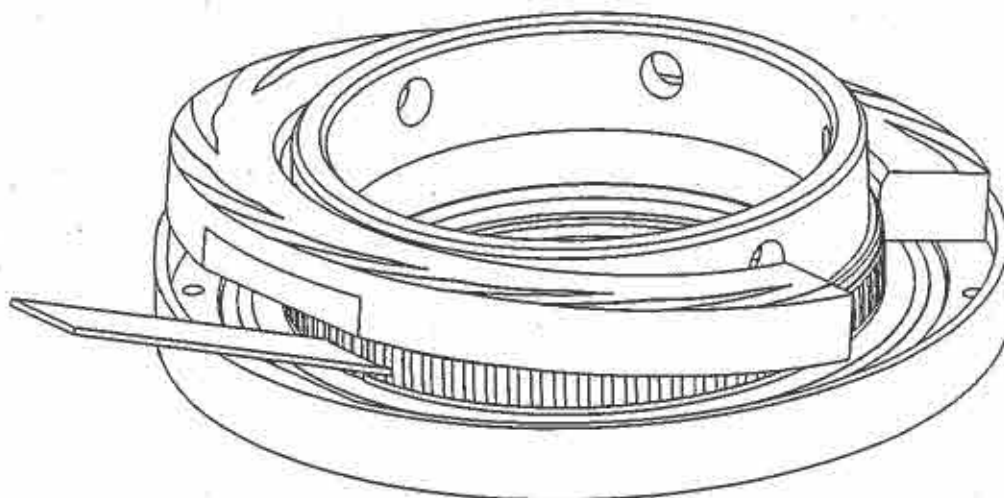

Рисунок 1 – Сборка роторной части узла уплотнения.
6.3.3 Роторная часть внутренней ступени (СЕ-3) (см. рис.1).
- прижимая концы демпфера тонкими пластинами к посадочной поверхности, установить на него седло (при этом фаска, выполненная на внутренней поверхности седла, должна плотно прижать концы демпфера к посадочной поверхности, после чего пластины, прижимающие демпфер, можно убрать - см. рис.1);
- прижимая концы демпфера тонкими пластинами к посадочной поверхности, установить на него седло (при этом фаска, выполненная на внутренней поверхности седла, должна плотно прижать концы демпфера к посадочной поверхности, после чего пластины, прижимающие демпфер, можно убрать - см. рис. 1);